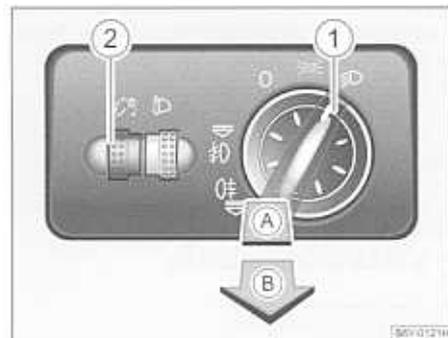

Fig. 30 Cuadro de interruptores: Conmutador de luces
- Gire el conmutador de luces (1) \Rightarrow fig. 30 a la posición \Rightarrow .
- Gire el regulador giratorio (2) \Rightarrow fig. 30 hasta que haya alcanzado la intensidad de iluminación deseada para los instrumentos.
En los vehículos con **dirección a la derecha***, la disposición de los conmutadores diverge en parte de la disposición mostrada en \Rightarrow fig. 30. No obstante, los símbolos que marcan las posiciones de los interruptores son iguales.
- Gire en primer lugar el conmutador de luces  a la posición  o  ⇒ página 55, fig. 30.